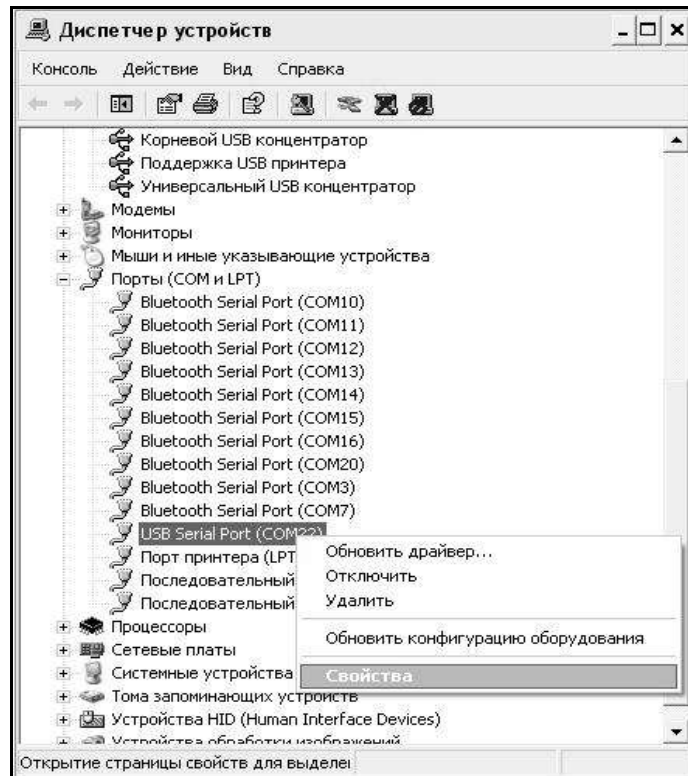

Рисунок 2.4 – Окно диспетчера устройств
- найти строку «USB Serial Port (COM №)», в скобках указан номер COM-порта; если номер в скобках «1», то настройка завершена и ничего менять не нужно, если в скобках другой номер, необходимо вызвать окно свойств «USB Serial Port (COM №)» (правой клавишей мыши щелкнуть по строке USB Serial Port (COM №) и выбрать пункт меню «Свойства») (рисунок 2.4), перейти на вкладку «Параметры Окна», нажать кнопку «Допол-